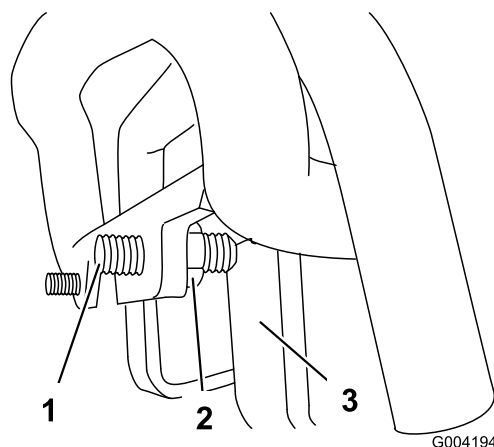

Figura 56
3. Si la máquina se desvía a la **izquierda**, afloje la contratuerca de la **derecha** y ajuste el tornillo de fijación de desplazamiento en la parte delantera del control de tracción (Figura 56).
4. Si la máquina se desvía a la **derecha**, afloje la contratuerca de la **izquierda** y ajuste el tornillo de fijación de desplazamiento en la parte delantera del control de tracción (Figura 56).